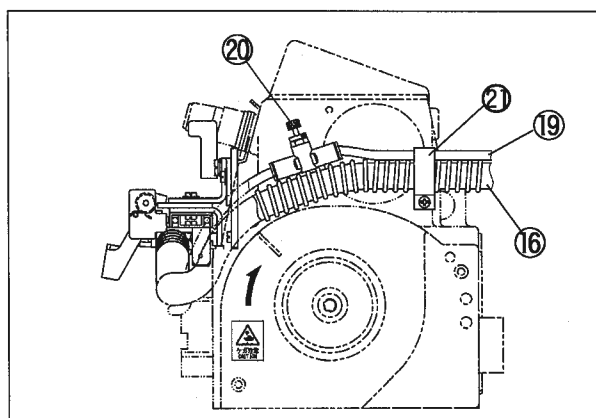

図8
- (9) エアパイプ⑲とホース⑯をコードクランプ㉑で束ねて、ミシンフレーム側面に固定する。(図8 参照)